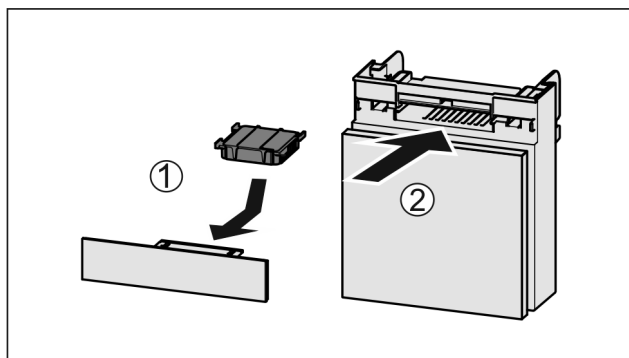

Fig. 183
- Aseta aktiivihiilisuodatin kuvan mukaisesti paikoilleen Fig. 183 (1).
- Työnnä lokero kiinni Fig. 183 (2).